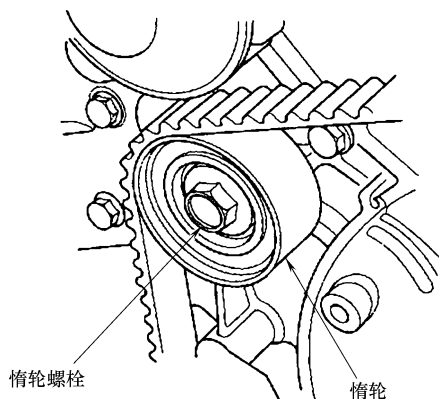

图 23-33 拆卸惰轮螺栓和惰轮
16) 按照图 23-33 所示, 拆卸惰轮螺栓和惰轮, 然后拆下正时带。惰轮螺栓是一次性使用的, 因此拆下惰轮螺栓后即可废弃不用。